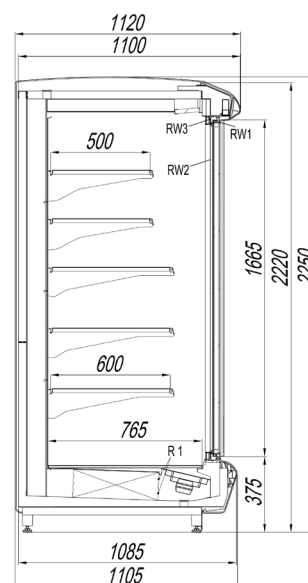

Рисунок 3. Витрина КВАРЦ ШКАФ
- «КВАРЦ ШКАФ» - пристенная среднетемпературная горка с шириной основания 1105мм и распашными каркасными дверями (рисунок 3);